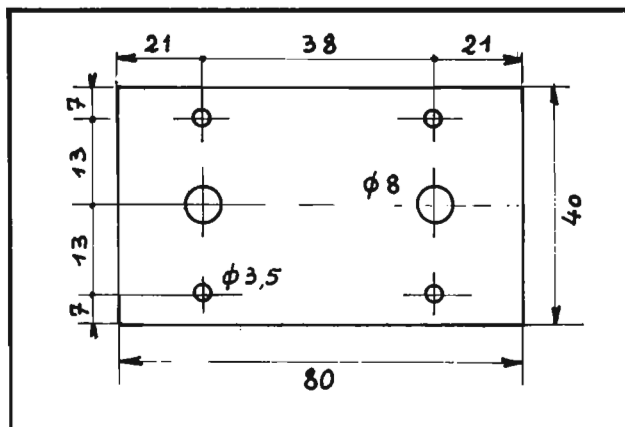

Fig. 45. - Blindage B1.
a) Préparer ces blindages, à réaliser en tôle étamée fine (boîte de conserve, si vous ne trouvez pas mieux). Le blindage B1 se place entre les galettes perturbatrices et les galettes perturbées (Fig. 45). Le blindage B2 enferme l'ensemble des deux commutateurs. Le repli horizontal évite toute induction sur les résistances 9,09 MΩ de l'atténuateur (Fig. 46).